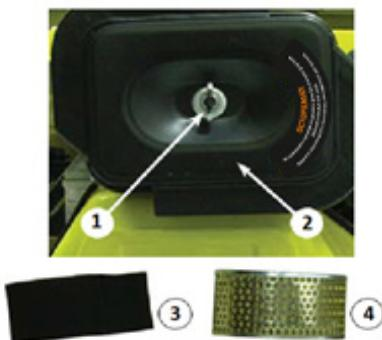

Рис. 13
2. Открутить барашковую гайку (1) и снять крышку воздушного фильтра (2), рис. 13.
4. Поролоновый фильтр (3), рис. 13 можно промыть мыльным раствором или раствором не горючей жидкости, тщательно отжать и просушить.
6. Грязный бумажный фильтр (4) подлежит только замене.